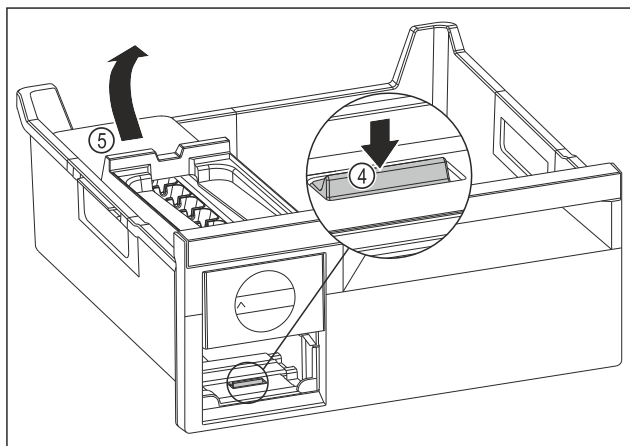

Fig. 105
- ▶ Estrarre il corpo dell'EasyTwist-Ice: Con un dito spingere la linguetta Fig. 105 (4) verso il basso e allo stesso tempo, con l'altra mano, sollevare il corpo dell' EasyTwist-Ice Fig. 105 (5) da dietro.